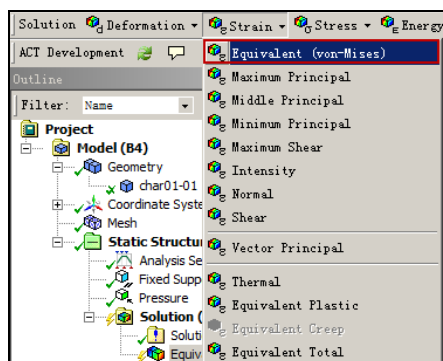

图 1-48 添加等效应变选项
- 步骤 03** 如同步骤 (2), 选择 Solution 工具栏中的 Strain (应变) → Equivalent (von-Mises) 命令, 如图 1-48 所示, 此时在分析树中会出现 Equivalent Elastic Strain (等效应变) 选项。